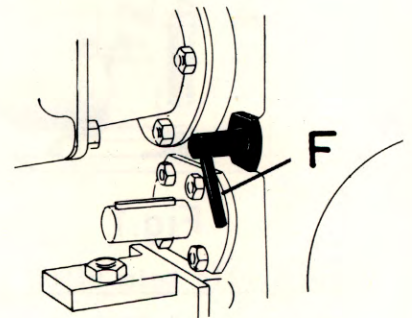

Fig. 6
4. Ausschalten der Radachse (Fig. 6)
Um die Maschine von Hand verschieben zu können, dreht man den Hebel F Fig. 6 hinten rechts am Gehäuse nach oben.
4. Déclanchement de l'axe motrice (Fig. 6)
Pour déplacer la machine, moteur arrêté, on tourne en haut la goupille transversale F Fig. 6 qui se trouve du côté droite à l'arrière du carter.